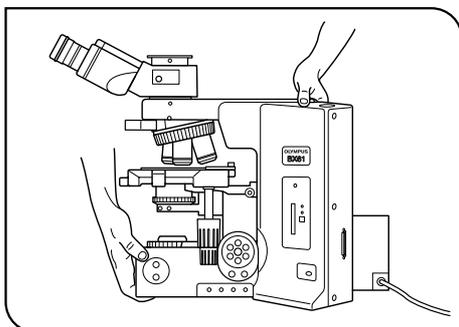

Fig. 3
3. Cuando mueva el microscopio, quite antes los módulos que pudieran caerse del microscopio, incluida la muestra, agarre el microscopio por el gancho que hay para la mano en la parte posterior y por la base, según se muestra a la izquierda (Fig. 3), y transpórtelo con cuidado (Peso: 16 kg aprox.).